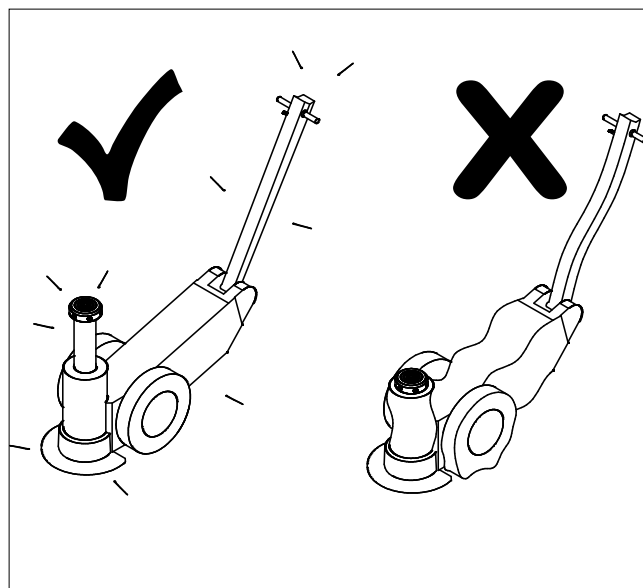

fig. 34
**(DK) Sikkerhedsmæssige eftersyn**
**(NO)** I henhold til nationale bestemmelser - dog mindst hvert år - skal følgende kontrolleres af en sagkyndig: overtryksventilens justering, fig. 34, 35, 36, 37.
**(GB) Safety Inspection**
According to national legislation - minimum once a year though - the jack must be inspected by a professional: adjustment of the safety valve, fig. 34, 35, 36, 37.
Gemäß einschlägiger nationaler Vorschriften, jedoch mindestens einmal jährlich, sind folgende Punkte von einem Fachmann zu überprüfen: Einstellung des Überdruckventils, bild. 34, 35, 36, 37.
Selon la législation nationale – mais au moins une fois par an – le cric doit être inspecté par un professionnel: réglage de la soupape de sécurité, fig. 34, 35, 36, 37.
Enligt nationella bestämmelser – dock minst en gång per år – måste domkraften kontrolleras av en sakkunnig med avseende på följande punkter: säkerhetsventilens justering, fig. 34, 35, 36, 37.
In overeenstemming met de nationale wetgeving, en minstens één keer per jaar, dient de crik te worden geïnspecteerd door een professional op volgende punten: afstelling van de veiligheidsklep, fig. 34, 35, 36, 37.
De acuerdo con la legislación nacional, y como mínimo una vez al año, el gato debe ser inspeccionado por un profesional en lo siguiente: ajuste de la válvula de seguridad, fig. 34, 35, 36, 37.
В соответствии с местным законодательством, не реже одного раза в год должна выполняться профессиональная проверка домкрата: регулировка предохранительного клапана, рис. 34, 35, 36, 37.